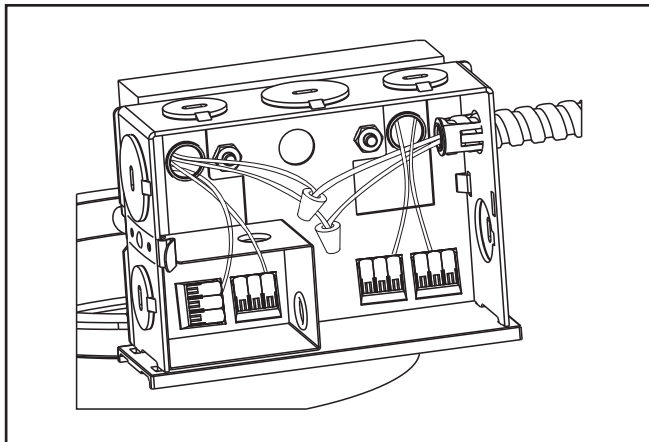

Figura 9
1. Brinde el servicio eléctrico a la caja de derivación (ubicada en el marco de yeso) de acuerdo al "Código Eléctrico Nacional" o a su código eléctrico local. El aislamiento del cable de suministro debe estar calificado para una temperatura de al menos 90 °C. La caja de conexiones está certificada para cuatro (4) conductores #12 AWG (dos de entrada, dos de salida) de 90 °C y para alimentación a través de cableado derivado para los conductores tipo IC y Plug in para 120/277 V únicamente. Para todos los demás casos, ocho (8) conductores #12 AWG (cuatro de entrada, cuatro de salida) de 90 °C y alimentación a través de cableado derivado para 120/277 V únicamente.
2. Retire la cubierta de la caja de empalmes (Figura 9).